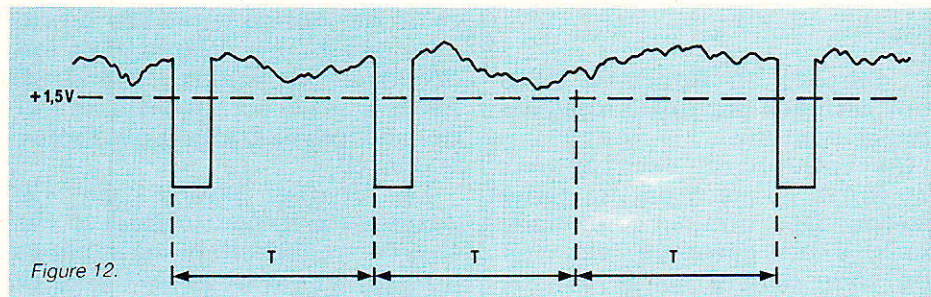

Figure 12.
- Bruit et pics ne dépassant pas vraiment en lancées négatives le **seuil** en continu (de 1 à 1,5 V) de la pin 2 : mot non rejeté (**figure 12**).